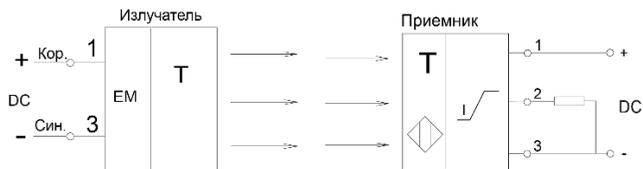

Рисунок 2 - Варианты схем подключения
3.2 Изделия включаются в электрическую цепь по 2-х или 3-х проводной схеме (Рис.2). Соответствие выводов и схема подключения указаны в маркировке изделия.
5.3 Питающее напряжение и нагрузки следует подключать в соответствии с рис.2.